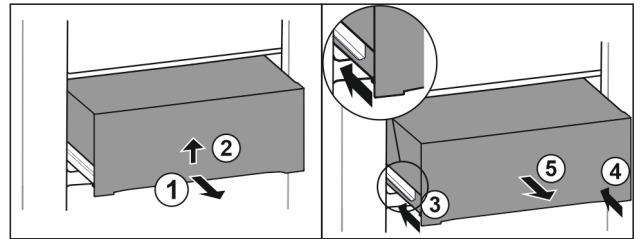

Fig. 45
- ▶ Изтеглете чекмеджето наполовина. Fig. 45 (1)
- ▶ Повдигнете чекмеджето от долната страна. Fig. 45 (2)
- ▶ Вкарайте лявата релса. Fig. 45 (3)
- ▶ Вкарайте дясната релса. Fig. 45 (4)
- ▶ Извадете чекмеджето напред. Fig. 45 (5)